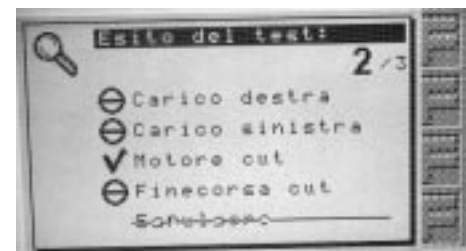

Fig.29 - Résultat test
- Le test aura un résultat positif si sur le côté de l'argument apparaît un symbole de vu "V" (Fig.29)
- Le test aura un résultat négatif si sur le côté de l'argument apparaît un symbole d'attention "Θ" (Fig.29)